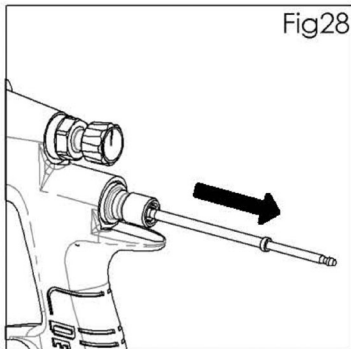

Fig 28
3. Retirez le pointeau à produit (24) du corps du pistolet. (Voir fig. 28).